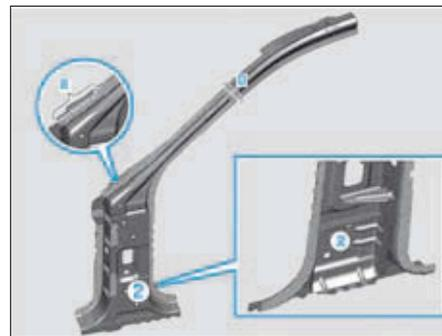

FIG. 59
- Tracer puis découper sur le renfort du montant A (2) dans les zones (D et E) (Fig.59).